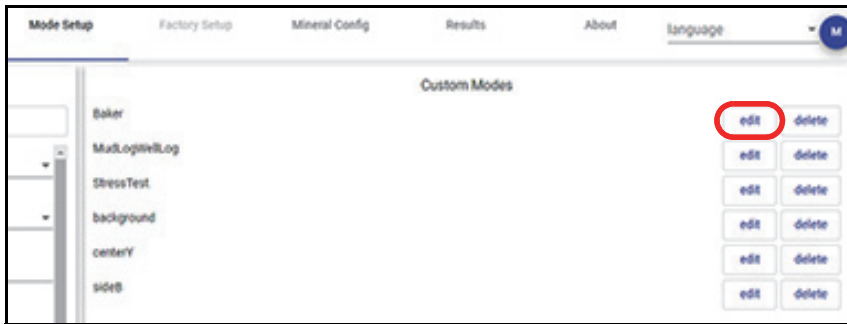

Рис. 5-14 Кнопки Edit (Ред.)
1. Нажмите кнопку **Edit** (см. Рис. 5-14 на стр. 86).